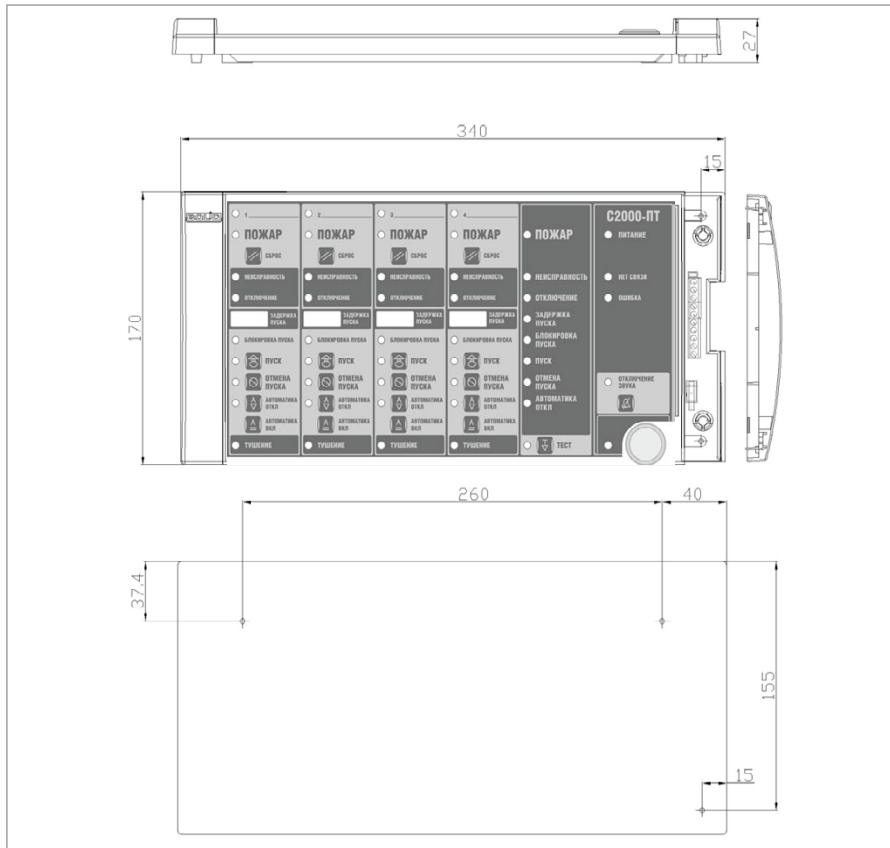

Рисунок 10. Внешний вид, габаритные и установочные размеры блоков
2. Наметьте на стене места для 3 установочных отверстий в соответствии с Рисунок 10.